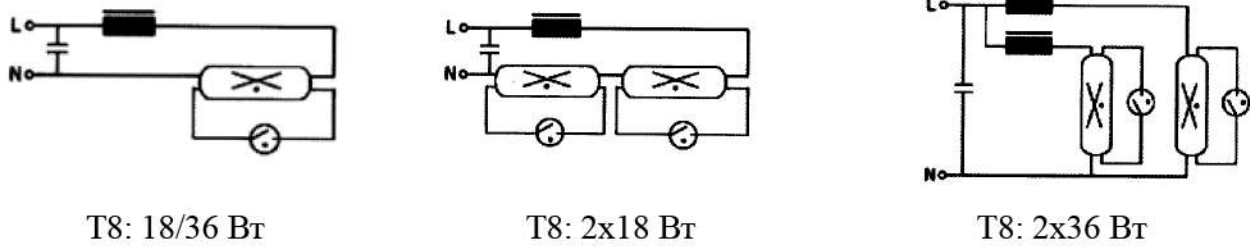
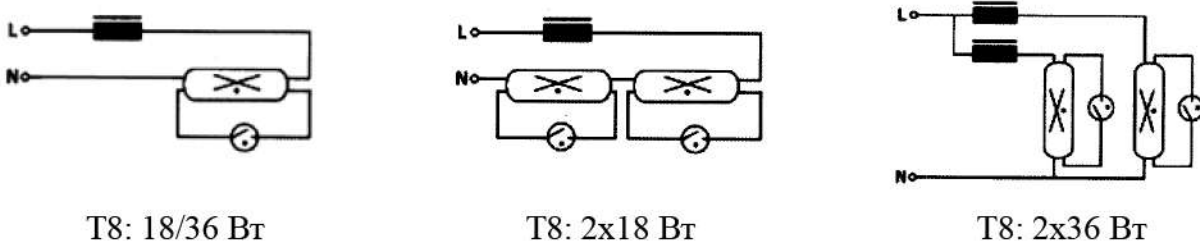

Рис. 2. Схемы электрические компенсированные
Рис. 3. Схемы электрические некомпенсированные (выполняются по заказу потребителя)
- 4.3 Светильники выпускаются с электромагнитными или электронными ПРА. Схемы включения люминесцентных ламп с электромагнитным ПРА приведены на рис. 2 и рис. 3. Схема включения ламп с электронным ПРА приведена на корпусе электронного ПРА.